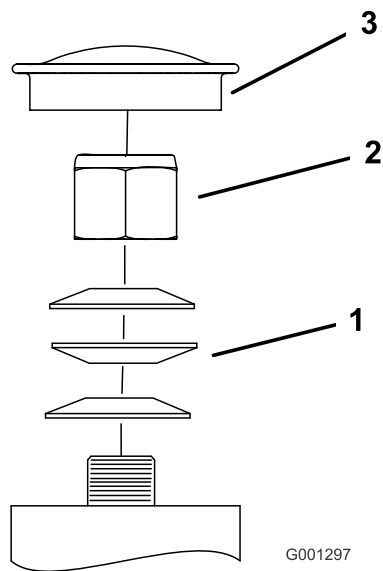

Figure 54
3. Retirez le capuchon antipoussière de la roue pivotante et serrez le contre-écrou (Figure 54).
4. Continuez de serrer le contre-écrou jusqu'à ce que les rondelles élastiques soient aplaties, puis desserrez-le de 1/4 de tour pour obtenir la précharge correcte des roulements (Figure 54).
- Important:** Veillez à placer les rondelles élastiques comme montré à la Figure 54.
5. Reposez le couvre-moyeu (Figure 54).